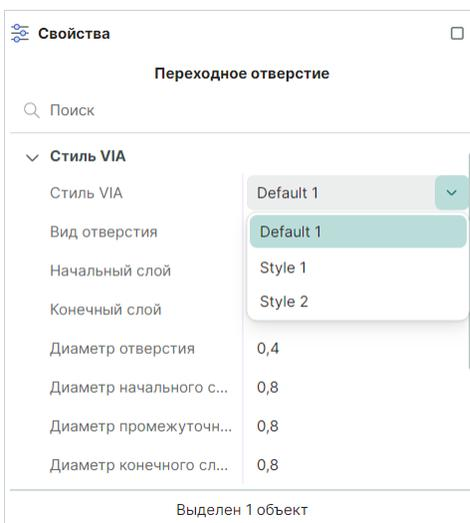

Рис. 178 Выбор стиля переходного отверстия
2. Выберите стиль ПО в панели «Свойства» → «Общие» → «Стиль VIA», см. Рис. 178. Выпадающий список отображается при нажатии на символ « $\vee$ », который расположен в правой части строки. Также смена стиля для размещаемого ПО возможна с помощью горячей клавиши, по умолчанию назначена горячая клавиша «Tab».